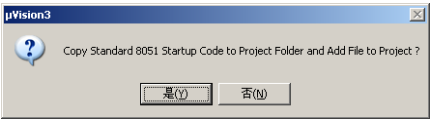

图 37-11 “ μ Vision3”对话框
- (3) 单击“确定”按钮，此时弹出“ μ Vision3”对话框，如图 37-11 所示。单击“是”按钮，完成工程的建立。
- (4) 选择“File”→“New”命令，新建一个程序文件，并保存为*.c 文件，可以在其中输入程序代码。